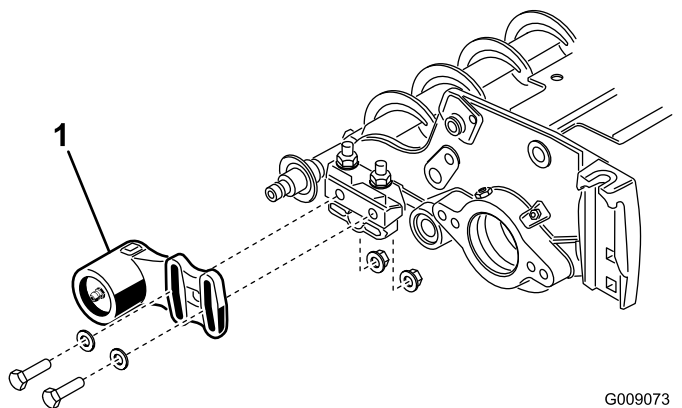
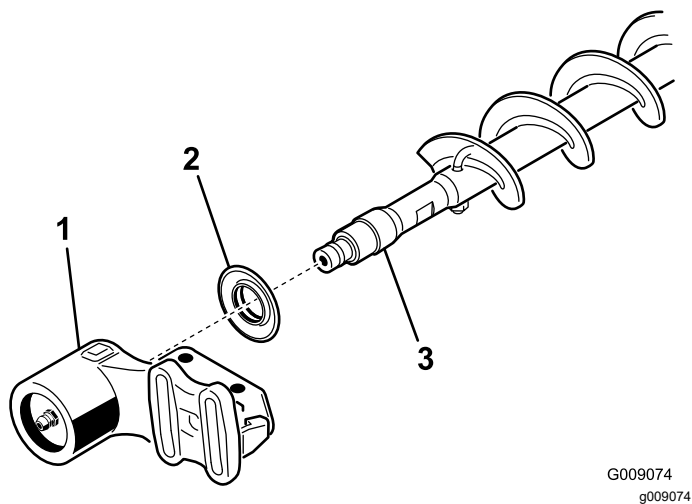

Figure 36
Figure 37
1. Si une brosse à rouleau est montée sur l'unité de coupe, enlevez les 2 boulons, rondelles et écrous qui fixent le logement de roulement libre au support de fixation du logement de roulement (Figure 36) et (Figure 37).
2. Faites glisser le logement de roulement libre et le joint d'étanchéité pour les déposer de l'arbre de la brosse (Figure 37).
9. Montez le joint d'étanchéité et le logement de roulement libre sur l'arbre de brosse (Figure 37).